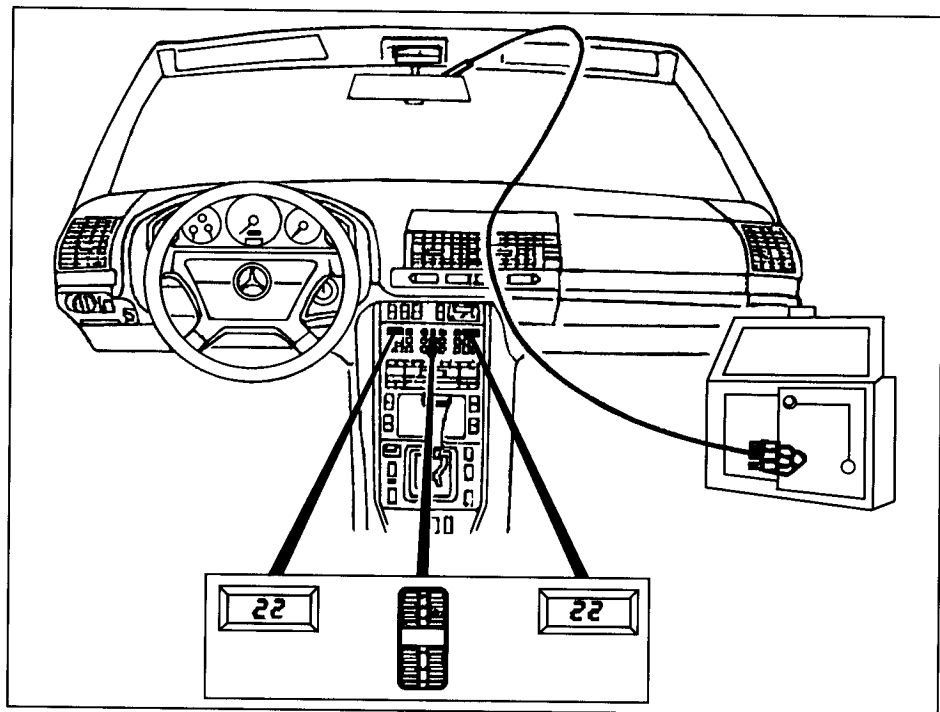
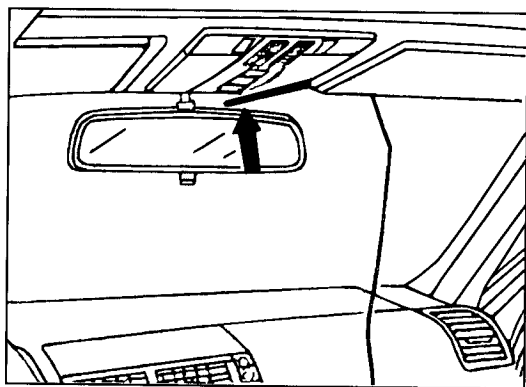

图 9-3-10 检查温度控制质量
图 9-3-11 放置测试棒
注意:测试设备连接,见图 9-3-10。
1. 将测试棒连接到右侧遮阳板处(见图 9-3-11),同时连接测试设备(见图 9-3-10)。将测试设备开关接通。